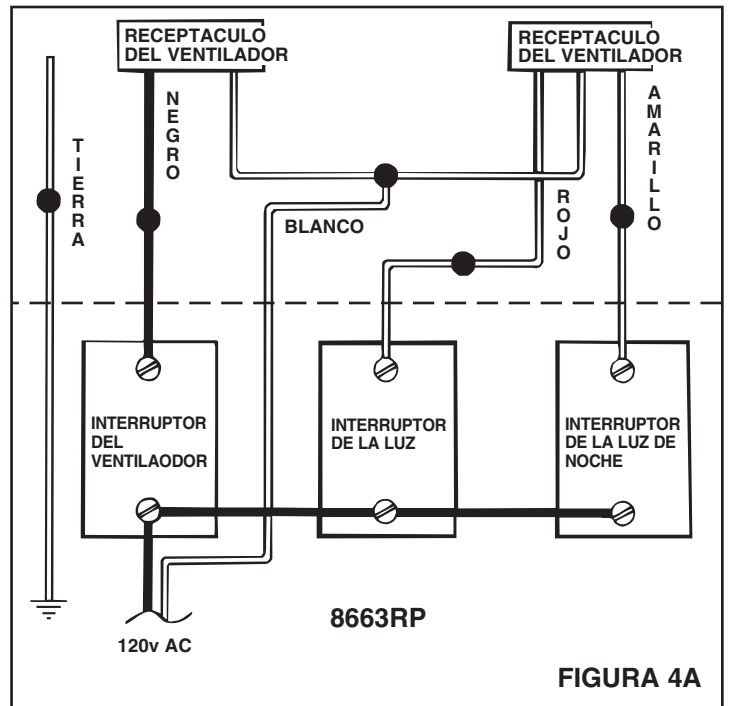

FIGURA 4A
4. Consulte la Figura 4A. (para modelo 8663RP) Conecte los cables blancos de los receptáculos del ventilador y de la luz la cable blanco (neutro) de la alimentación. Conecte el cable negro al cable del interruptor del ventilador. Conecte el cable rojo al cable del interruptor de la luz. Conecte el cable amarillo al cable del interruptor de la luz de noche.